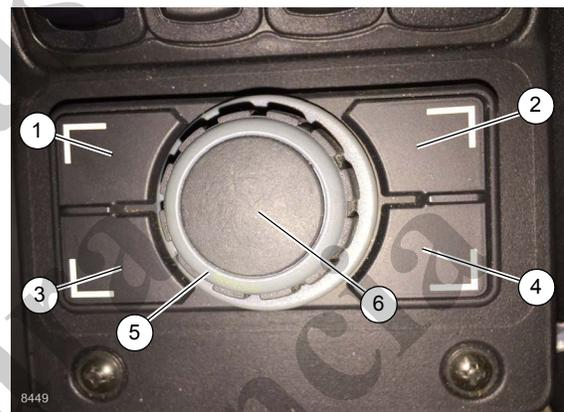

**FIGURA 3-12**
A alavanca de controle do pino de trava contra giro (13) (Figura 3-12) localiza-se ao lado do console dianteiro no lado direito da cabine. O objetivo do pino da trava contra giro é bloquear a superestrutura na posição diretamente sobre a dianteira para apanhar e transportar cargas. Quando a alavanca de controle é empurrada para baixo e a superestrutura está diretamente sobre a frente, o pino de bloqueio de giro cai no terminal da estrutura do transportador, prendendo a superestrutura no lugar. Quando a alavanca de controle é puxada para cima, o pino é puxado para fora do terminal, desbloqueando a superestrutura.
Há um sensor de temperatura (12) e um sensor de brilho (11) (Figura 3-12). O sensor de brilho ajusta automaticamente o brilho de todos os mostradores.